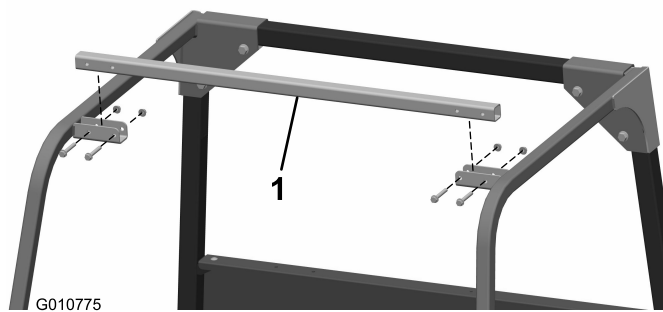

Рисунок 3
5. Выверните два болта с фланцевыми головками и гайки с фланцами, которые крепят правый конец поперечной штанги к правой стойке конструкции ROPS (Рисунок 3).